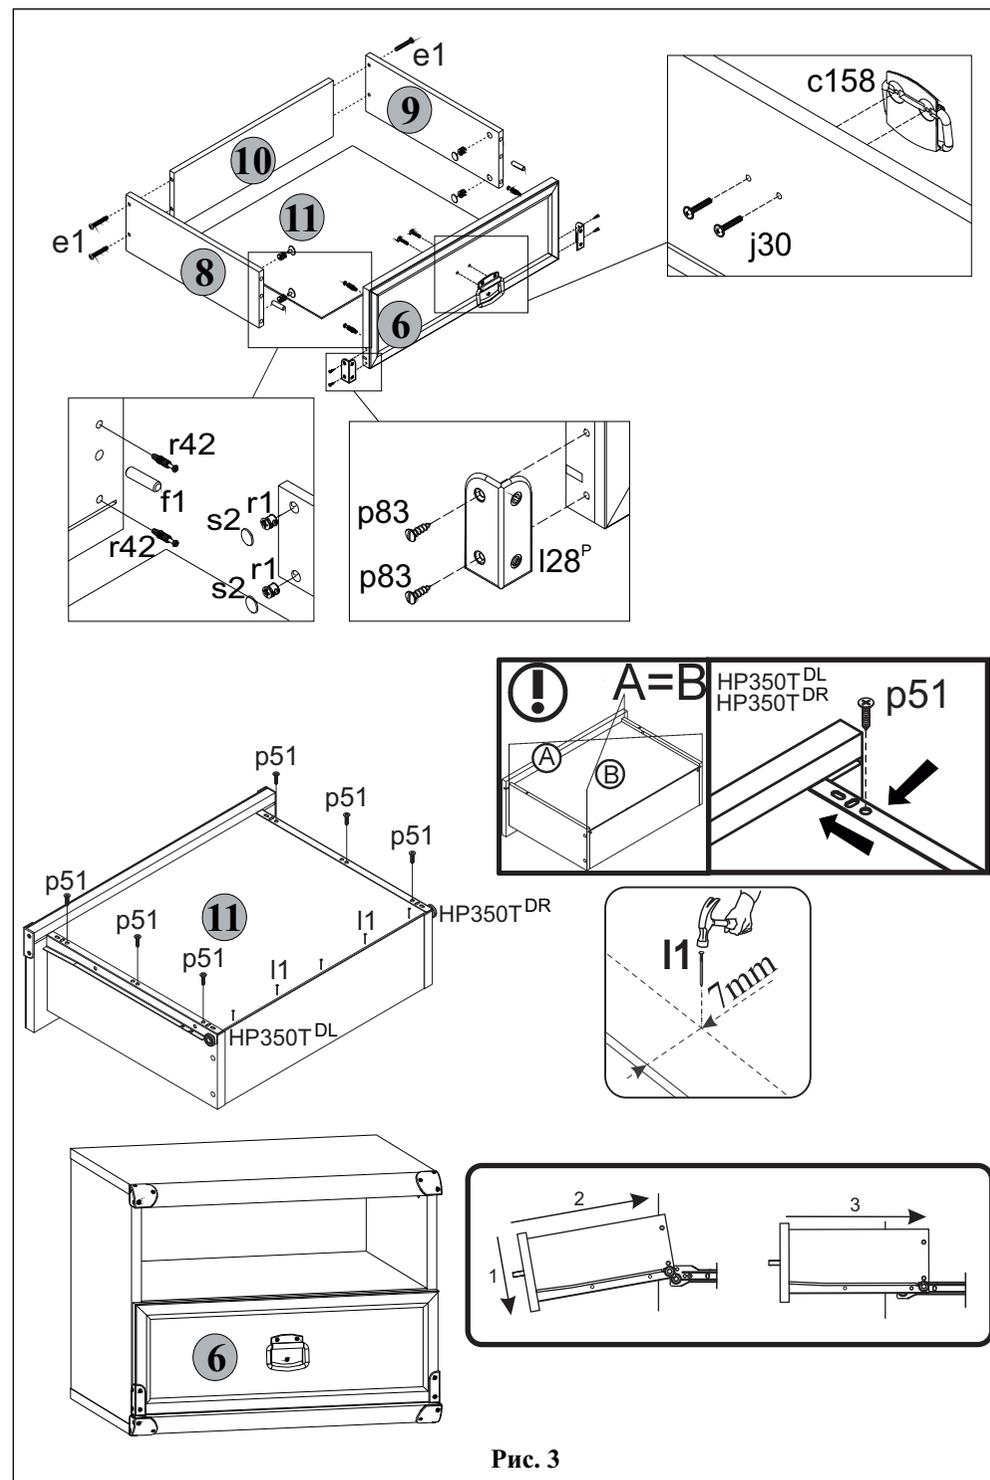

Рис. 3
5.12 В отверстия диаметром **8 мм** на передних кромках стенок боковых **8 и 9** корпуса выдвигающего ящика вбить деревянные шканты **f1** (см.рис.3).
5.13 В отверстия диаметром **15 мм** на внутренних поверхностях стенок боковых **8 и 9** корпуса выдвигающего ящика вставить стяжки эксцентриковые **r1** (см.рис.3).
5.14 В отверстия диаметром **5 мм** на внутренней поверхности панели передней **6** ящика выдвигающего с помощью крестообразной отвертки вкрутить винты стяжки **r42** (см.рис.3).
5.16 Соединить панель переднюю **6** с корпусом ящика выдвигающего и затянуть стяжки эксцентриковые **r1**, пользуясь специальным ключом **z1**. Закрепить стяжки эксцентриковые заглушками **s2** (см.рис.3).